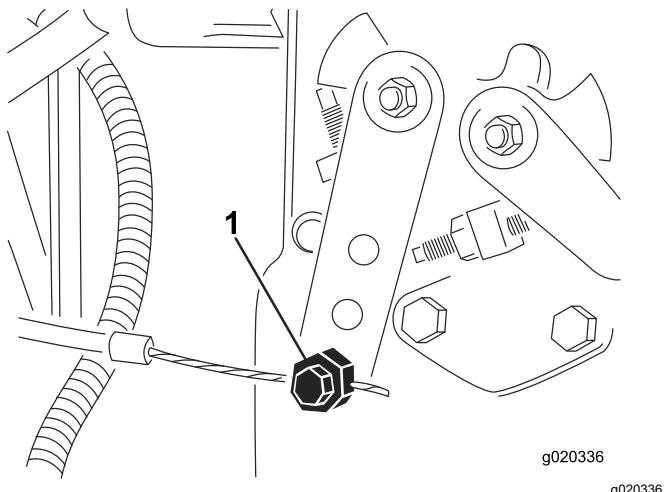

Figura 79
3. Desaperte o dispositivo de ligação do cabo do acelerador na alavanca da bomba de injeção (Figura 79).